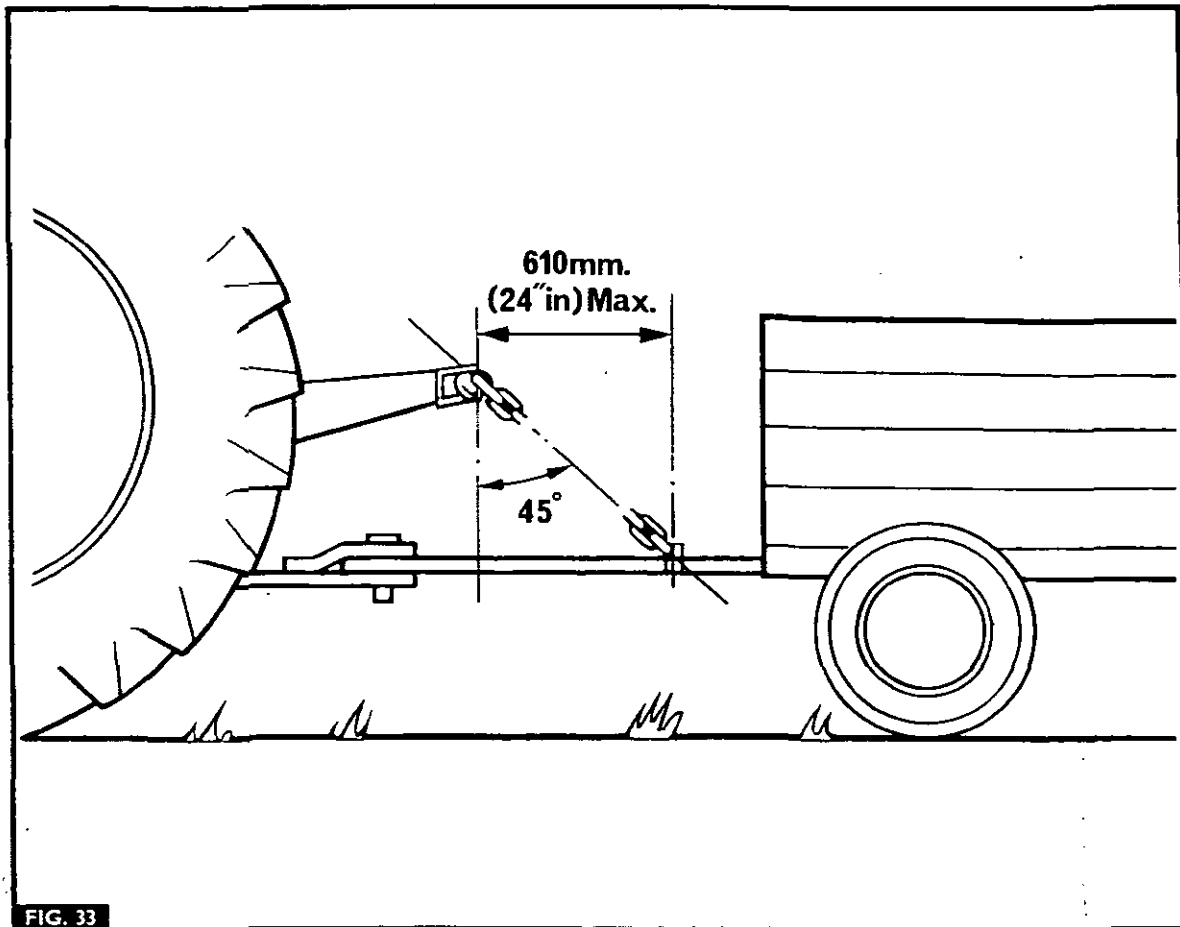

FIG. 33
**NOTE — THE MAXIMUM CHAIN ANGLE SHOULD NOT EXCEED 45° FIG. 33.**